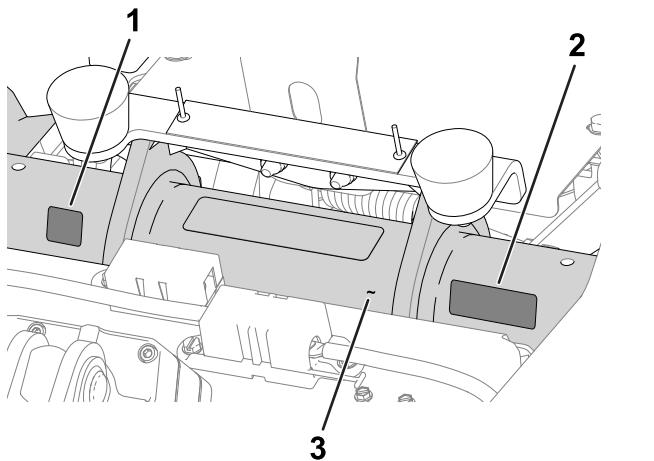

Figura 5
- **Pegatina del año de fabricación y pegatina CE/UKCA:** aplique las pegatinas del tubo del bastidor debajo del asiento y la placa del número de serie; consulte la Figura 5.